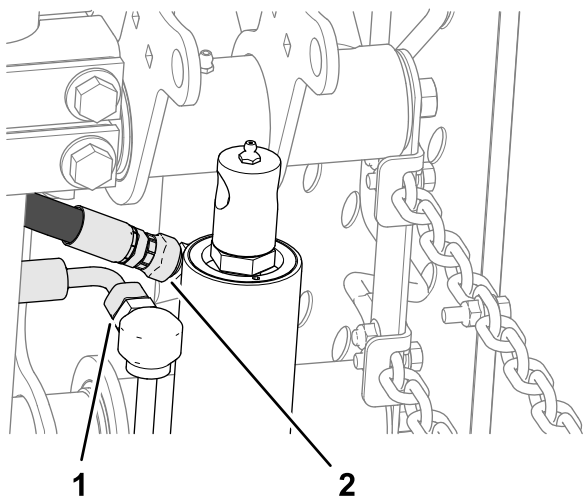

Figura 14
2. Sul cilindro di sollevamento, allentate il raccordo girevole diritto del flessibile di ritorno e il raccordo girevole a 90° del flessibile di sollevamento (Figura 14).